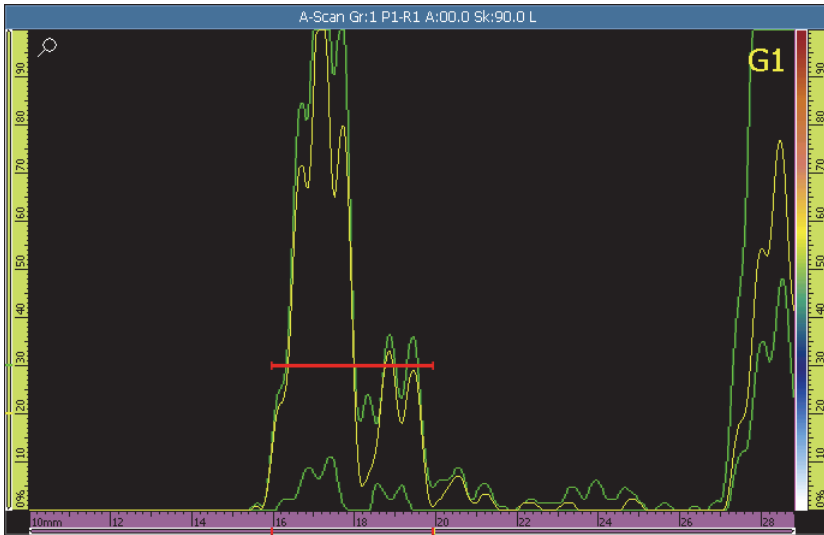

图 5-6 为楔块延迟校准建立包络
- a) 在校准试块的反射体上，小心地前后移动探头，以建立平滑的信号包络（参见第 122 页的图 5-6）。